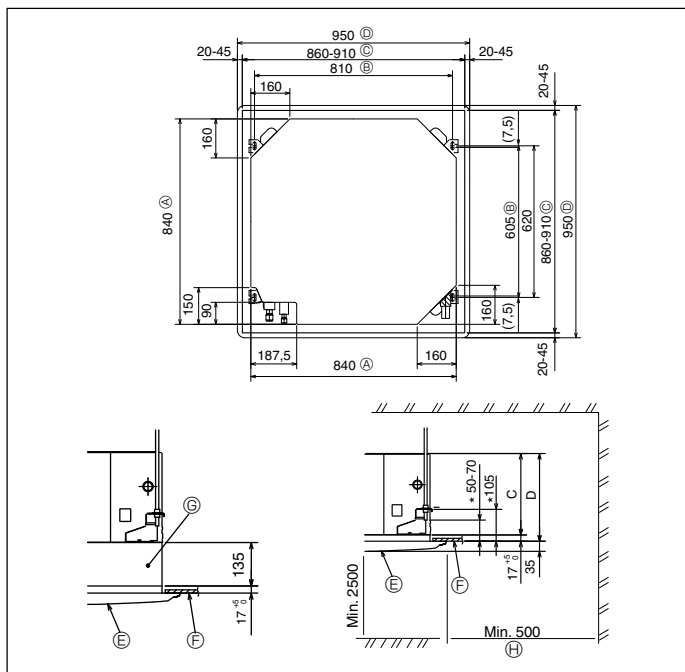

Fig. 3-2
①	Exemplo de instalação	1
②	Arruelas (com isolamento) Arruelas (sem isolamento)	4 4
③	Tampa do tubo (para junta da tubagem de refrigerante) Pequeno diâmetro Grande diâmetro	1 1
④	Banda	8
⑤	Parafuso com arruela (M5 x 25) para montagem da grelha	4
⑥	Bocal de drenagem	1
⑦	Isolação	1
⑧	Porca afunilada 1/4F(P60)	1
3.2. Localizações das aberturas no tecto e da instalação dos parafusos de suspensão (Fig. 3-2)
- As dimensões da abertura do tecto podem ser reguladas dentro dos limites indicados na Fig. 3-2. Por isso, centre a unidade principal na abertura do tecto, de maneira a que os lados opostos correspondentes aos lados da abertura sejam idênticos.